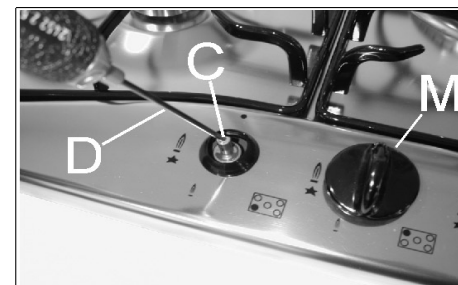

FIG. 12
- Снимите ручку вентиля "М" (рис. 12), которая
- Вставьте маленькую отвертку "D" в отверстие "C" (рис. 12) и поворачивайте вправо или влево стопорный винт, до тех пор, пока пламя конфорки не отрегулируется до соответствующего положению "Минимум".